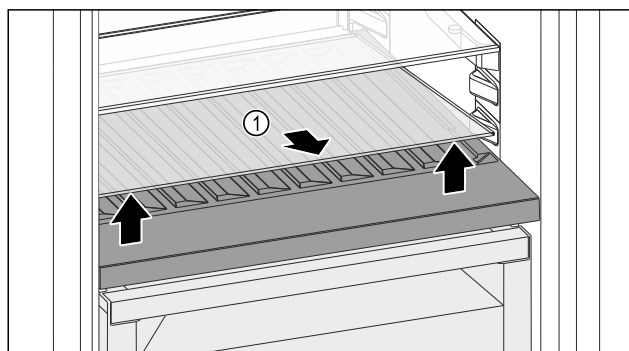

Fig. 82
- ▶ Soulever la plaque de verre Fig. 82 (1) au niveau de l'évidement avant et la retirer.
- ▶ Entreposer la plaque de verre Fig. 82 (1) dans un endroit sûr hors de l'appareil.
- ▶ Insérer la plaque de verre (2) sous le compartiment à bouteilles amovible.